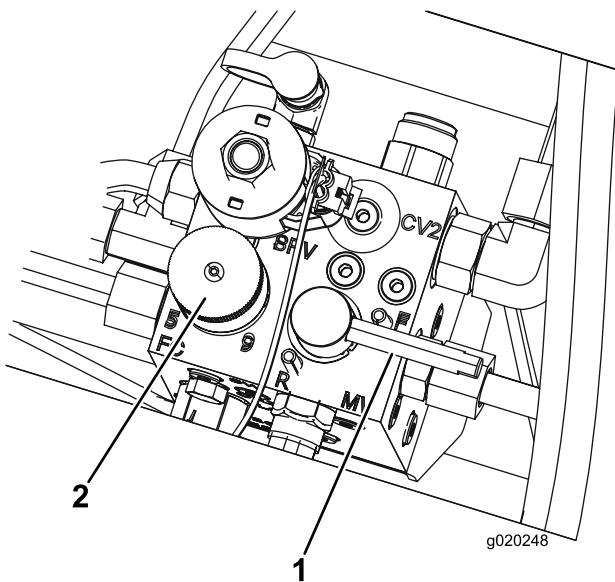

Figura 99
5. Ponga el mando de control de velocidad de los molinetes en la posición 1 (Figura 99).
6. Mueva la palanca de autoafilado a la posición R (autoafilado) (Figura 99).